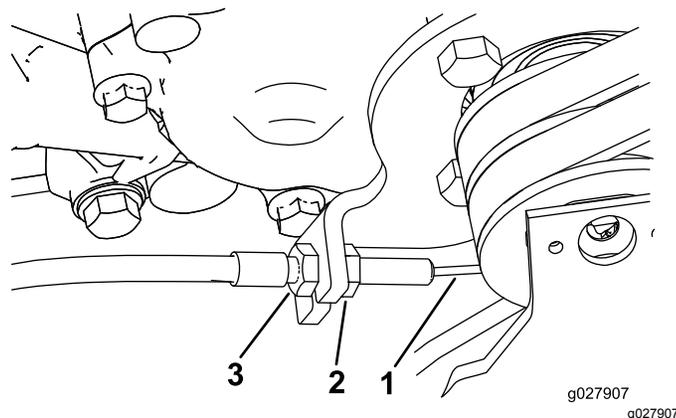

Рисунок 49
3. Для увеличения натяжения троса ослабляйте переднюю контргайку троса, одновременно затягивая заднюю контргайку троса (**Рисунок 49**) до получения на рычаге управления тягой требуемого усилия 8–9 Н·м.